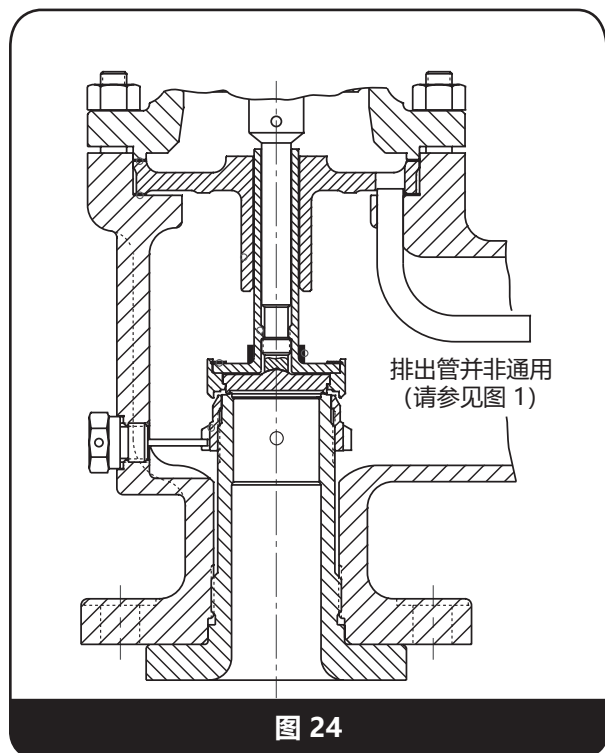

图 24
11. 安装主轴/阀瓣支架组件和导向套，将其轻轻放到阀底座中。注意将导向套上的孔对准排出管的延长端，参见图 24。